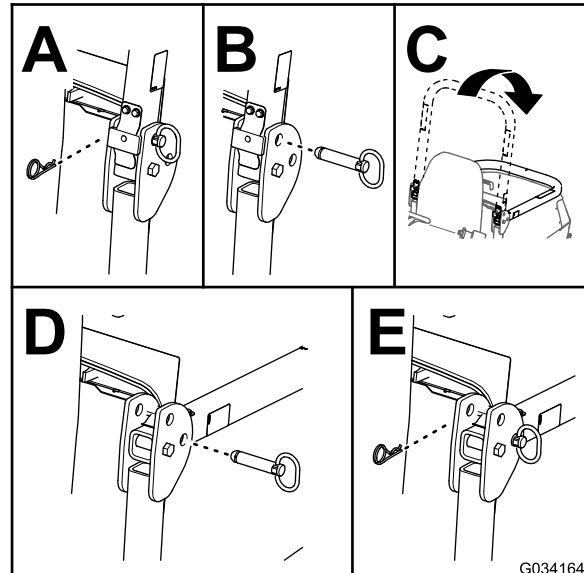

Figura 33
2. Remova os pernos de gancho e os pinos da barra de segurança (Figura 33).
3. Desça a barra de segurança e prenda-a no sítio com os pinos e os pernos de gancho (Figura 33).